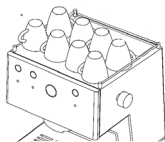

Abbildung 6
3. Platzieren Sie die Tassen auf dem Tassenwärmer **9**. Die Temperatur (optimal bei 40 °C/105 °F) wird den Espresso verbessern (siehe Abbildung 6).